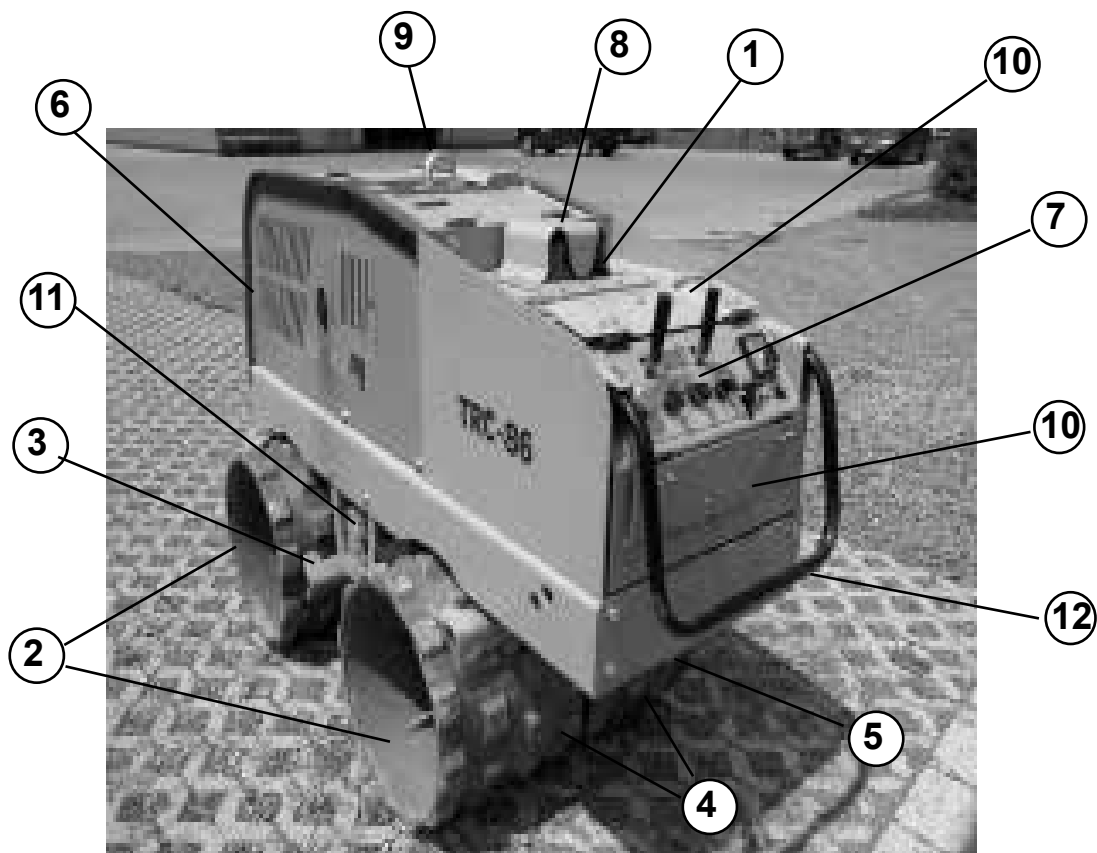

Bild 2
- Beispiel 1: (2/1) bedeutet Bild 2, Ortszahl 1
Beispiel 2: (2/3,6) bedeutet Bild 2, Ortszahl 3 und Ortszahl 6
Beispiel 3: (2/2...4) bedeutet Bild 2, Ortszahlen 2 bis 4